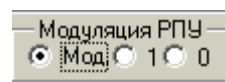

Рис. 2-f
3. Рис. 2-e – управление аттенюатором НЧ тракта (в разгах).